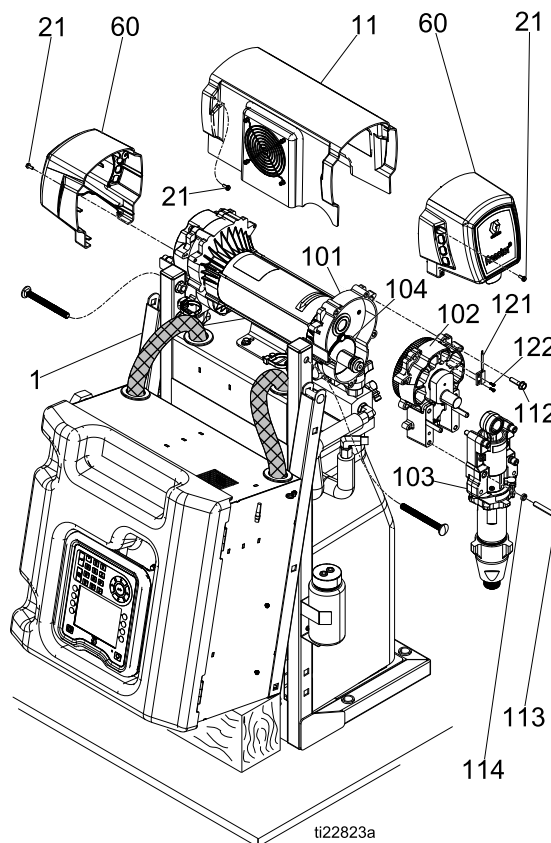

Figure 4
1. Controleer of de borgmoer (G) vastgeschroefd is op de pomp met de vlakke zijde omhoog gericht. Schroef de pomp in het lagerhuis (M) tot de pengaten uitgelijnd zijn. Duw de pen (F) naar binnen. Duw de vergrendelkabelclip (E) naar beneden. Zie Fig. 4 voor weergave en opmerkingen over de assemblage.
2. Blijf de pomp in de behuizing schroeven tot de vloeistofuitlaat (D) uitgelijnd is met de stalen buis en tot de bovenste draden +/- 2 mm (1/16 inch) van het aanslagvlak (N) zijn.
3. Zet de borgmoer (G) vast door er stevig met een vonkvrije hamer op te tikken.
4. Sluit de vloeistofinlaat (C) en -uitlaat (D) weer aan.